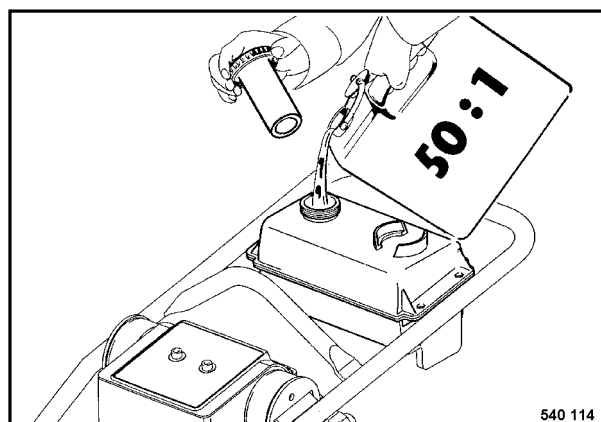

Fig. 3
- Después de haber llenado el depósito cerrar la tapa de llenado fijamente (Fig. 3).